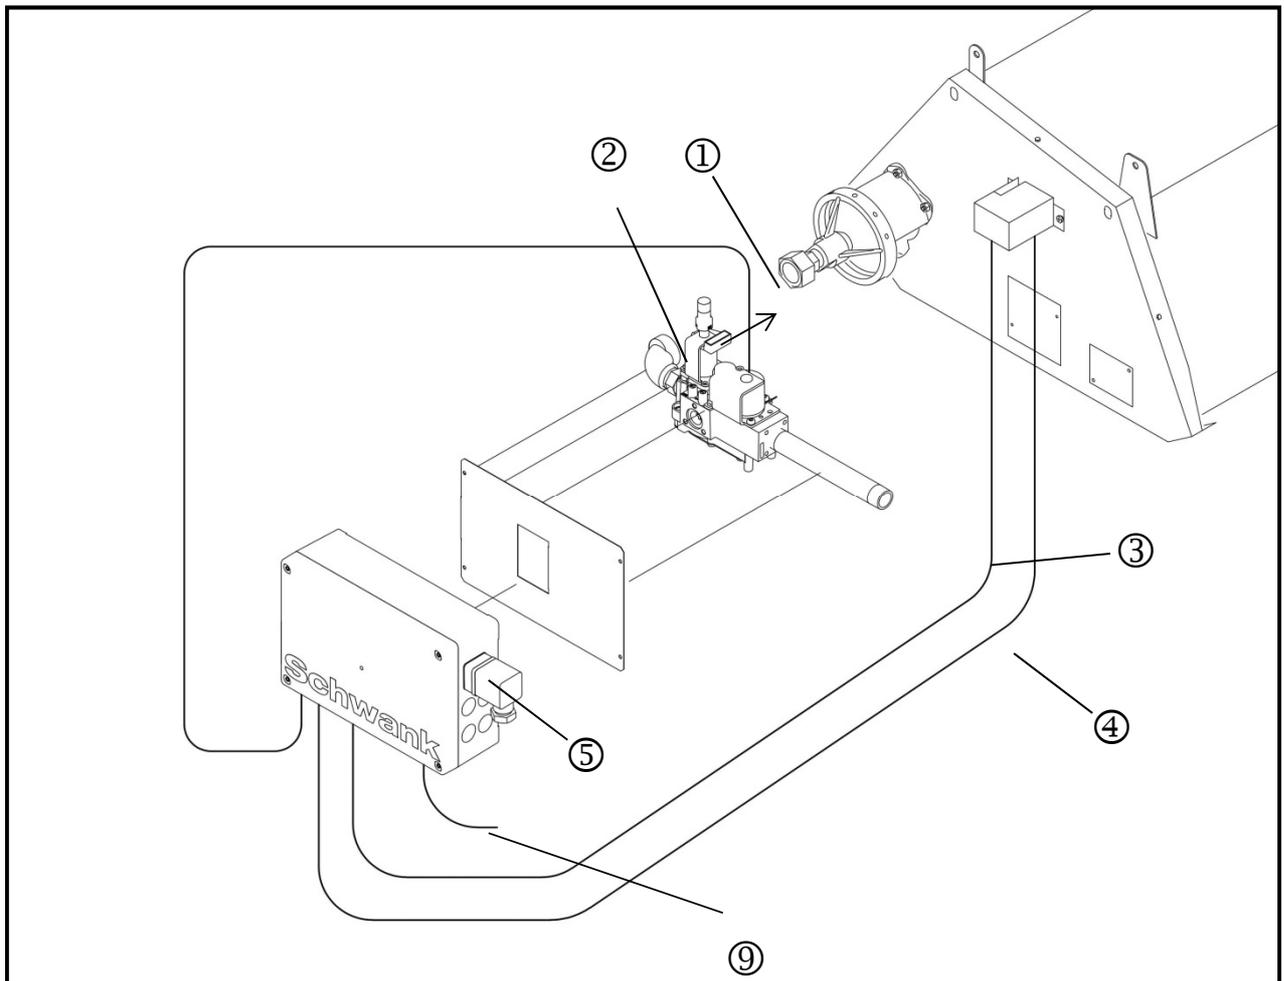

Fig. 13: Instalación de la unidad de encendido y control
- ⇒ Conecte el calentador con la pieza de conexión (2) la unidad de ignición y control utilizando la unión roscada (1) (Fig. 13). Preste atención a que la conexión sea estanca para el gas.
- ⇒ Conecte el cable de ionización (3) con la toma de la unidad de ignición (Fig. 13).